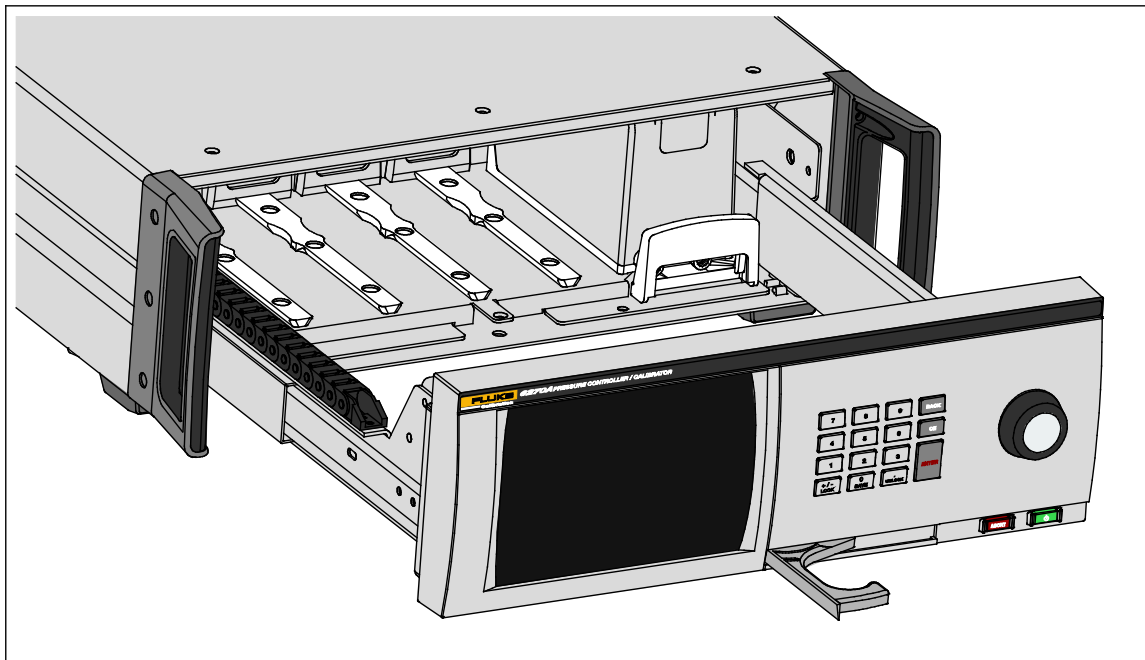

Figure 4. Installation du PCM
5. Le PCM doit être installé tout à droite de la baie des modules. Alignez la piste en bas du PCM avec le logement du PCM à l'intérieur de la baie des modules. Voir la figure 4.